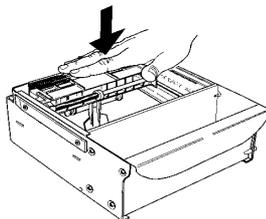

Figura 4-22. Nivele la pila de billetes.
3. Asegúrese que la pila de billetes esté lo más pareja posible. De ser necesario utilice sus manos para emparejar y nivelar la pila (Figura 4-22).